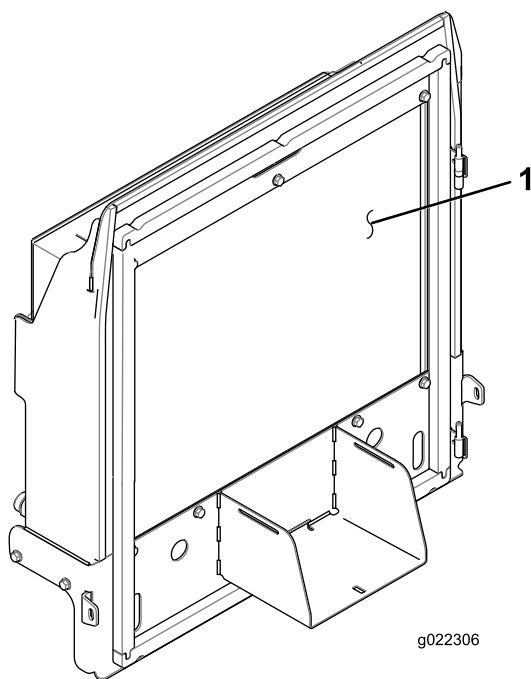

Figura 87
4. Limpie a fondo ambos lados del radiador y del enfriador de aceite (Figura 87) con aire comprimido.